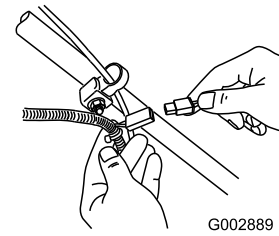

Figura 40
- Conecte el cargador al arnés de cables del cortacésped, situado debajo de la llave de contacto (Figura 40).